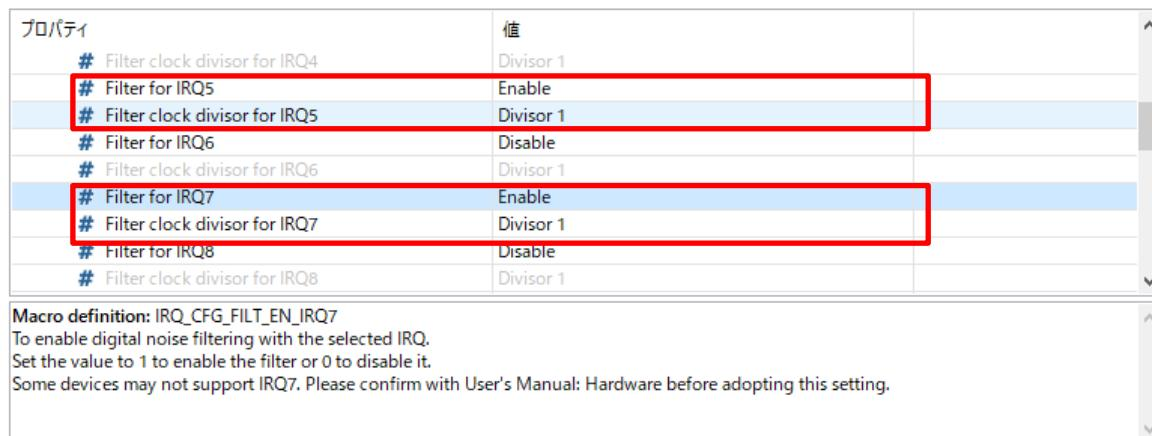

図 4-24: IRQ のコンフィギュレーションオプションの設定画面(1)
- 各ボードの Switch 用の IRQ 端子の[Filter for IRQn]コンフィギュレーションオプションを"Enabled"に、[Filter clock divisor for IRQn] コンフィギュレーションオプションを"Divisor1"に設定します。図 4-24 は Customer Board の初期値での設定を示しています。ご使用のボードの IRQ 端子に合わせて[Filter for IRQn], [Filter clock divisor for IRQn] コンフィギュレーションオプションを設定します。